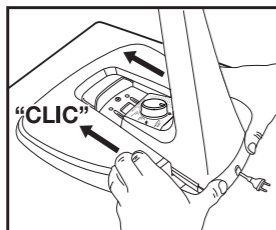

Figura 4
- Para montar, apoie a base em uma mesa segura. Com as duas mãos apoiadas na base, empurre a haste para frente com os dois polegares até ouvir o "CLIC". (figura 4)